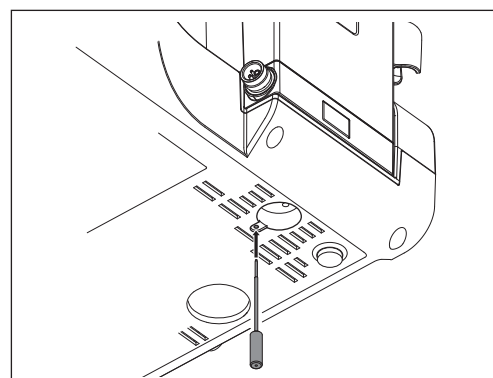

Fig. 42
- 1) Insérez l'outil de déverrouillage dans l'orifice à la base du boîtier de contrôle et enfoncez-le à fond. (Fig. 42)